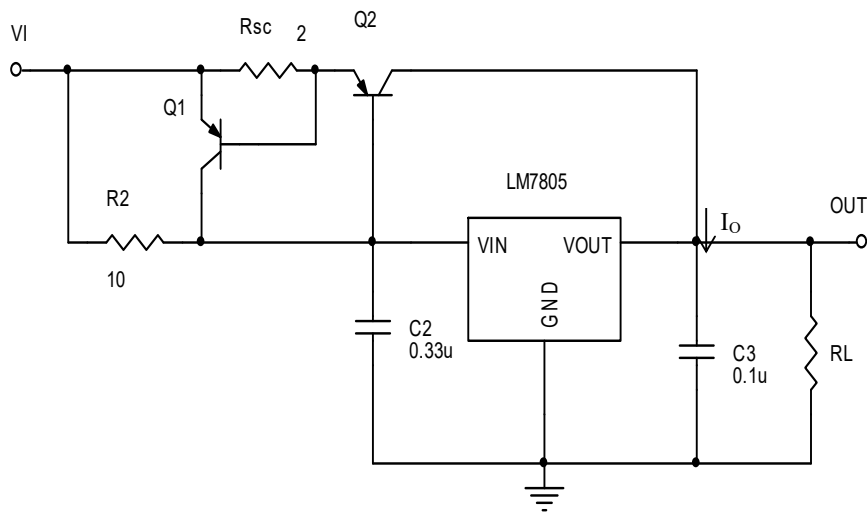

Fig. 5. Stabilizator de tensiune cu tranzistor extern și cu circuit de protecție
- Pentru circuitul din Fig. 5. calculați valoarea curentului de ieșire  $I_O$  pentru  $V_I=8V$  și  $R_L=47\Omega$ .
- Realizați circuitul din Fig. 5. aplicând la intrare o tensiune continuă  $V_I=8V$  și conectând la ieșire rezistența de sarcină  $R_L=47\Omega$ . Circuitul se realizează prin deconectarea  $J1$  cu  $J2$  și conectarea  $J5$  cu  $J6$ ,  $J7$  cu  $J8$ ,  $J9$  cu  $J10$ ,  $J11$  cu  $J12$  și a  $J14$  cu  $J15$ .